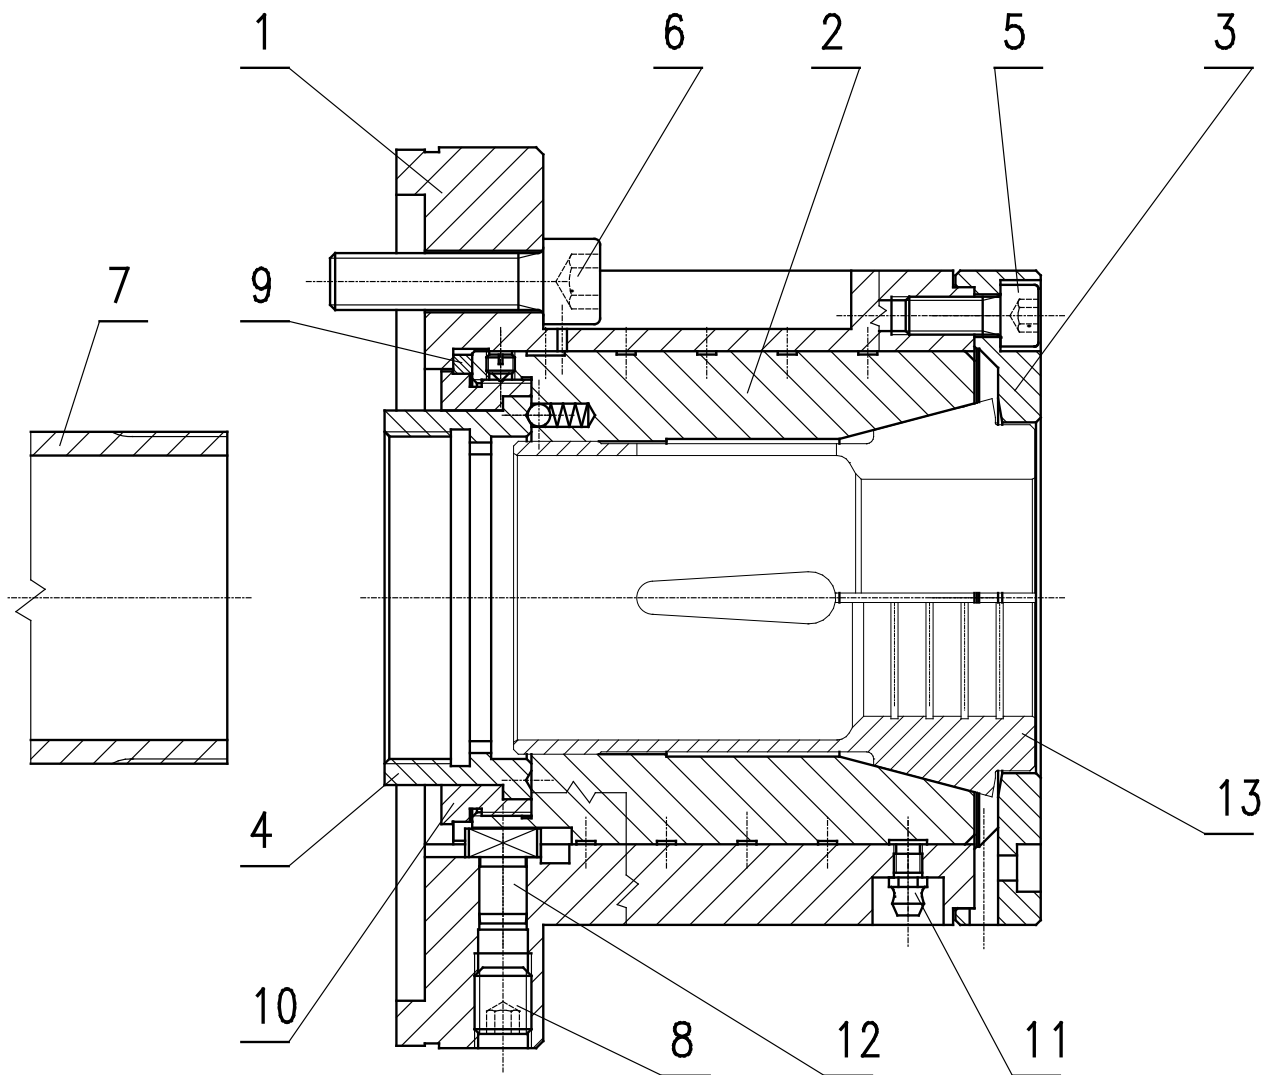

Abb. 1. Spannfutter 2905
- einteiliger Futterkörper (1) Abb. 1 mit kegeligem Sitz oder mit zylindrischem Sitz,
- kegelige Hülse (2) mit Mutter (10),
- Abdeckung (3),
- Stützring (9),
- Zugstangenmutter (4).